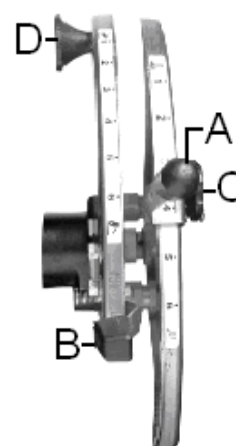

Fig. 68
Los cargadores, los remolques volcadores y demás pueden operarse del siguiente modo mediante el sistema hidráulico cuando no hay instaladas de la siguiente manera (Fig. 68)
Mueva la palanca hasta un punto situado tres cuartos por detrás del cuadrante hasta que se encuentre una posición, aproximadamente en las marcas de sector, que mantenga inmóvil el émbolo externo. A continuación mueva el tope ajustable para alinearlos con la palanca y trábela en posición con la perilla (C) (Fig. 68)